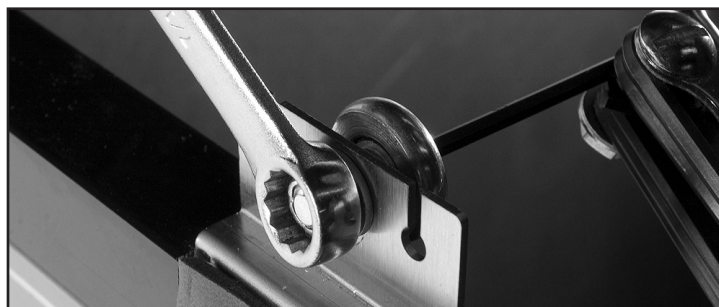

Fig. 1. Réglez le rouleau.
2. À l'aide d'une clé de 7/16" ou d'une clé réglable et d'une clé Allen de 1/8", desserrez le galet et déplacez-le le long du trou oblong. Une fois le réglage effectué, serrez le rouleau en place. Voir fig. 1.